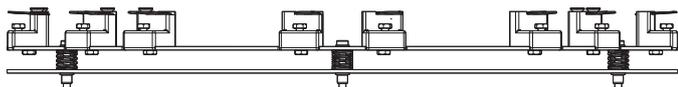

Рис. 46 Переходник
1. Установить переходник (рис. 46, предварительно собранный на заводе) на сборочный стенд.
2. Установить привод в переходник (рис. 46).